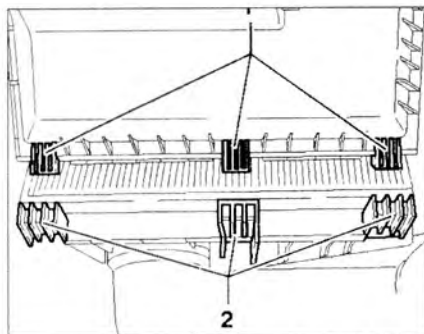

Рис. 1.3. Пластиковые ушки 1 должны совместиться с фиксаторами 2.
- 4. Очистите корпус воздушного фильтра и установите новый фильтрующий элемент. Установите крышку фильтра: пластиковые ушки **1** должны совместиться с фиксаторами **2** (рис. 1.3).